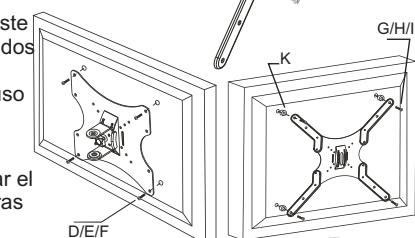

Fig. 3-B
- Fixe o suporte de parede no suporte do televisor com a ajuda do parafuso (N), 2 anilhas (C) e porca (P). (Fig. 3-C)
**Nota:** Para ajustar a inclinação rode o parafuso de ajuste (H) dando uma ou duas voltas no sentido contrário ao dos ponteiros do relógio, ajuste o ângulo de inclinação do televisor conforme pretender e volte a apertar o parafuso de ajuste no sentido dos ponteiros do relógio.
ES - Utilice el tornillo (M) y el tornillo de ajuste (L) para fijar el soporte a la toma de TV. Si es necesario, instale barras extensibles. (Fig. 3-A)